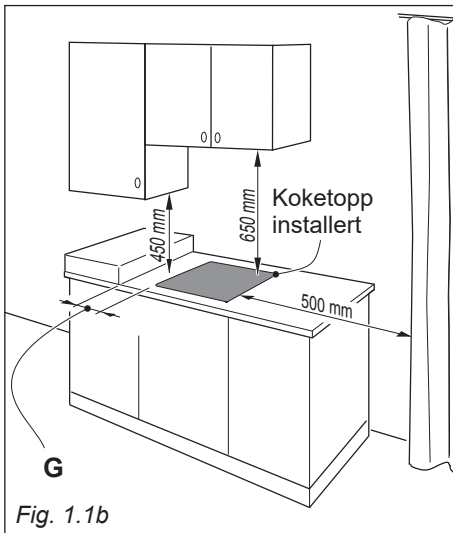

Fig. 1.1b
- Det skal være en min. avstand mellom overskap/ventilator og koketoppen på 650 mm iht. fig. 1.1b.